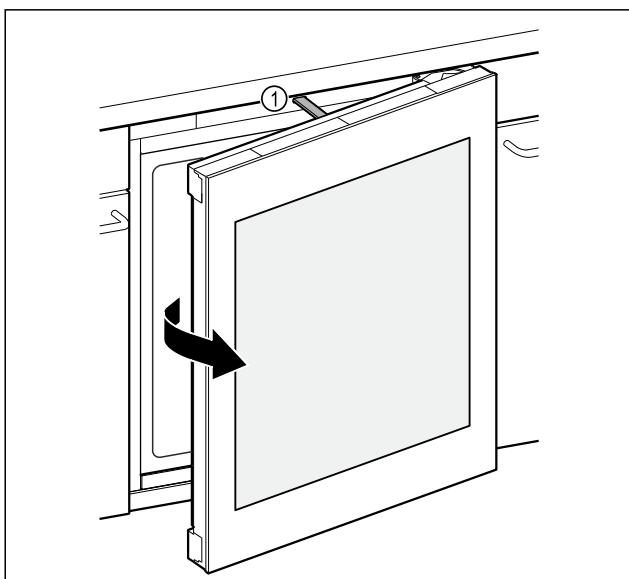

Fig. 92
- ▶ 连杆 Fig. 92 ① 将冰箱门打开近 7 cm。